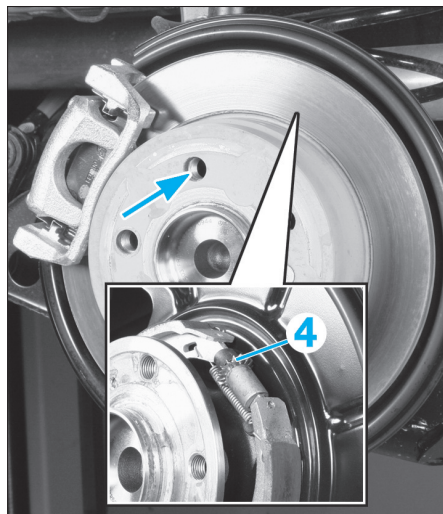

FIG. 27
- Desserrer le dispositif de rattrapage (2) jusqu'à ce que les câbles (3) puissent être décrochés.
- Avec un tournevis plat adéquat passé à travers le trou de fixation de la roue (flèche), serrer de chaque côté la roue crantée de réglage (4) (Fig.27) jusqu'à ce que les segments viennent frotter contre l'intérieur du disque.